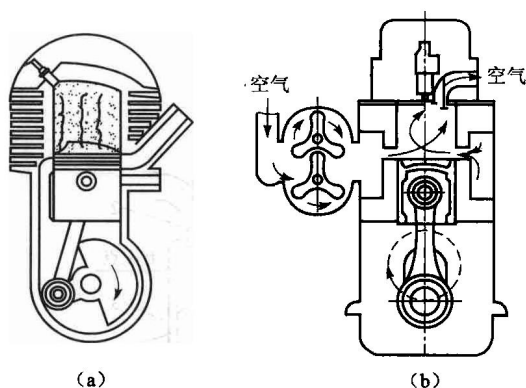
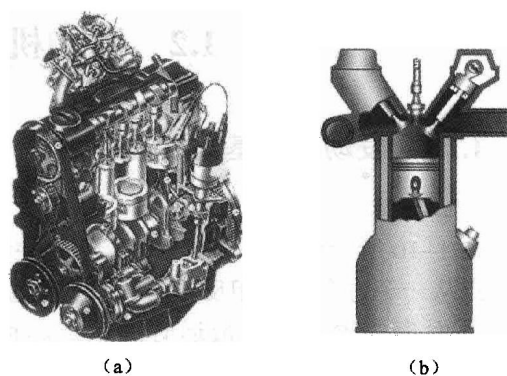

图 1-5 非增压与增压发动机
图 1-6 单缸与多缸发动机
④ 按进气状态分类,可分为非增压(或自然吸气)和增压发动机。非增压发动机是指进入汽缸前的空气或可燃混合气未经气机压缩的发动机,仅带扫气泵而不带增压器的二冲程发动机亦属此类;增压发动机是指进入汽缸前的空气或可燃混合气已经在压气机内压缩,从而增大进气充量密度的发动机。非增压与增压发动机如图 1-5 所示。
⑤ 按冲程数分类,可分为二冲程和四冲程发动机。在发动机内,每一次将热能转变为机械能,都必须经过吸入新鲜充量(空气或可燃混合气)、压缩(当新鲜充量为空气时还要输入燃料),使之着火燃烧而膨胀做功,然后将生成的废气(已燃气体)排出汽缸这样一系列连续过程,成为一个工作循环。对于往复活塞式发动机,可以根据每一工作循环所需活塞行程数来分类。凡活塞往复四个单程(或曲轴旋转两转)完成一个工作循环的称为四冲程发动机;活塞往复两个单程(或曲轴旋转一转)完成一个工作循环的称为二冲程发动机。
⑥ 按汽缸数及布置分类,仅有一个汽缸的称为单缸发动机,有两个以上汽缸的称为多缸发动机;单缸与多缸发动机如图 1-6 所示。
⑦ 根据汽缸中心线与水平面垂直、成一定角度和平行的发动机,分别称为立式、斜置式与卧式发动机;多缸发动机根据汽缸间的排列方式可划分为直列式(汽缸呈一列布置),如图